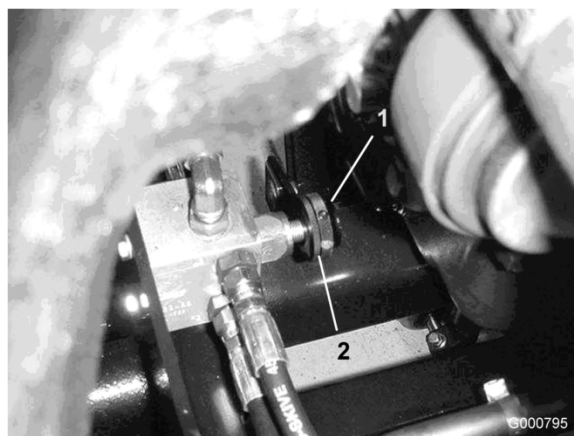

Figura 76
5. Localize a válvula existente em frente ao eixo traseiro para as unidades de corte posteriores (Figura 76).
6. Desaperte o anel de fixação do manípulo (Figura 76).